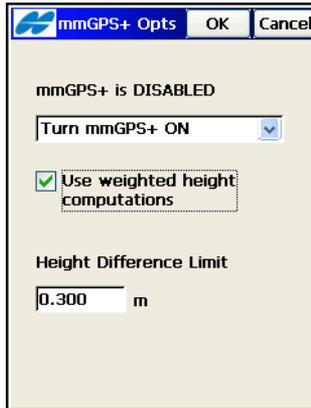

Abbildung A-23. Aktivieren von mmGPS+
2. Wählen Sie im Fenster *Opt. mmGPS+* (Abbildung A-23 auf Seite A-16) die folgenden Optionen:
3. Unter *Grenzen Höhenfehler* legen Sie die Schwelle für Differenzen zwischen GPS- und mmGPS-Höhen fest (Abbildung A-23). Tippen Sie auf **OK**.